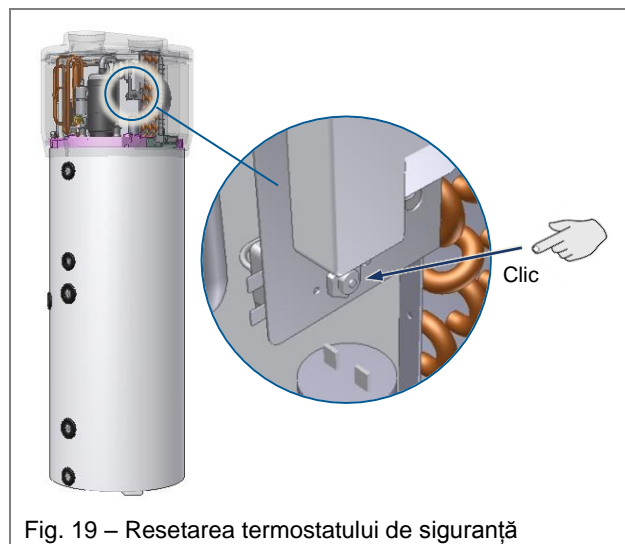

Fig. 19 – Resetarea termostatalui de siguranță
- Resetați manual termostatul de siguranță declanșat din partea superioară (Fig. 19). Dacă a fost declanșat, știftul central al termostatalui iese în afară cu aproximativ 4 mm;